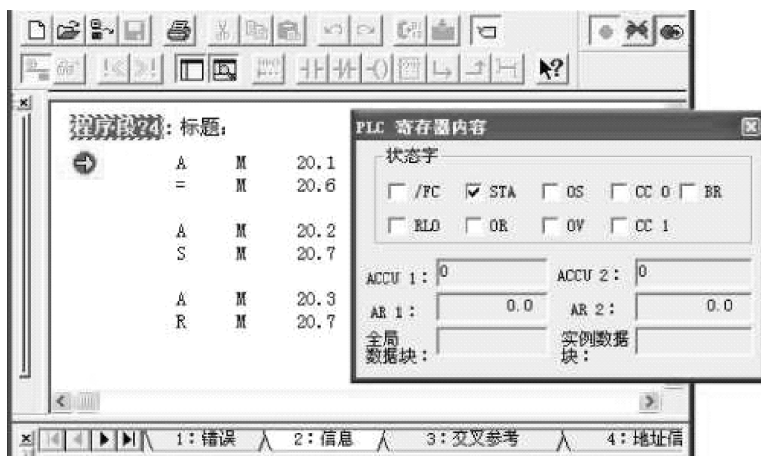

图 3-63 CPU 遇断点进入 HOLD 状态
7) 当程序执行到断点时，CPU 转到 HOLD 模式。断点用箭头标记，如图 3-63 所示。